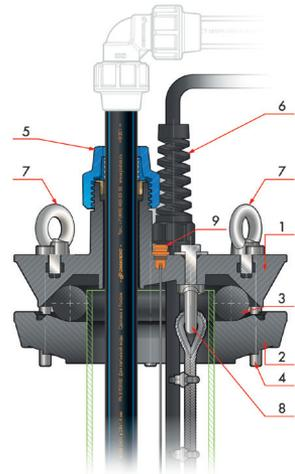

Рисунок 4
Оголовок скважинный ОСП (рисунок 4) состоит из основания (1), прижимного фланца (2), резинового кольца (3) и комплекта стяжных болтов (4) с шайбами и гайками.